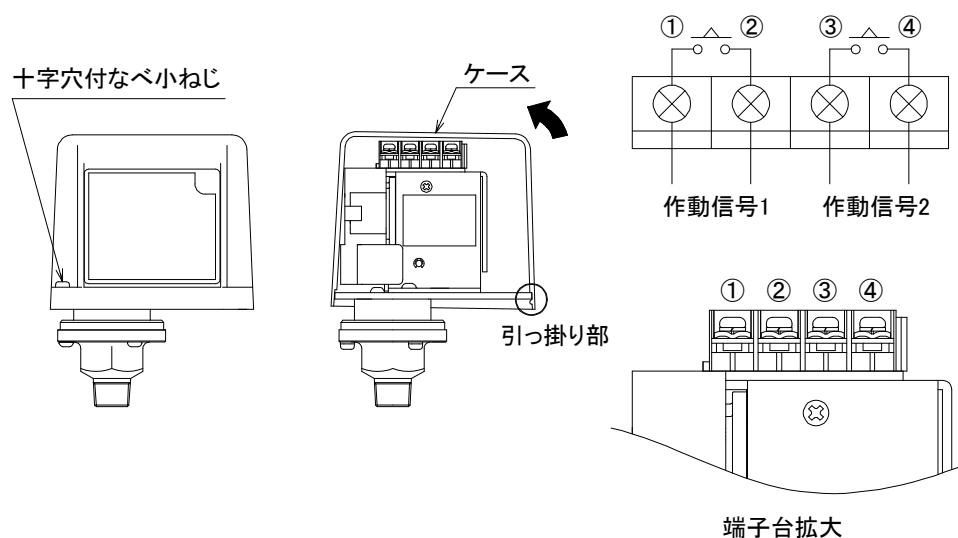

図21
仕様は下表のとおりです。仕様は下表のとおりです。この範囲内でご使用ください。作動警報用圧カスイッチは2a接点仕様ですので、結線は下図21に示す端子番号①－②、または③－④に接続してください。